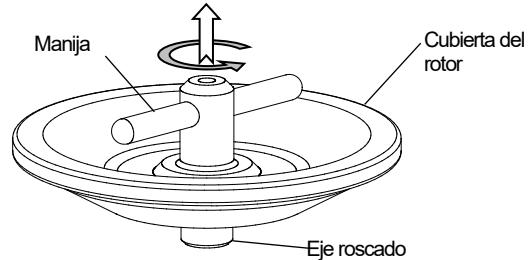

Fig. 3-1 Cómo remover la manija
- 4) Cubra la empaquetadura ligeramente con grasa de silicona (grasa de vacío) para hacerla completamente hermética y límpie la cubierta del rotor de exceso de grasa. Cuando use el rotor S58A y S50A, cubra ligeramente el empaque del mango (junta tórica) con grasa de silicona (grasa de vacío) después de quitar el mango de la cubierta del rotor. Gire la manija hacia la izquierda tirando hacia arriba para quitar la manija de la cubierta del rotor (vea la Fig. 3-1). Despues de terminar de recubrir una grasa de vacío al empaque del mango (junta tórica), coloque el mango con el empaque del anillo (junta tórica) en el cuerpo del rotor, y luego gire el mango hacia la derecha para ensamblar el mango en la cubierta del rotor.
- 4) Cubra la empaquetadura ligeramente con grasa de silicona (grasa de vacío) para hacerla completamente hermética y limpia del exceso de grasa. Cubra la empaquetadura del mango (junta tórica) ligeramente con grasa de silicona (grasa de vacío) después de quitar el mango de la cubierta del rotor. Gire la manija hacia la izquierda tirando hacia arriba para quitar la manija de la cubierta del rotor (vea la Fig. 3-1). Despues de terminar de recubrir una grasa de vacío al empaque del mango (junta tórica), coloque el mango con el empaque del anillo (junta tórica) en el cuerpo del rotor, y luego gire el mango hacia la derecha para ensamblar el mango en la cubierta del rotor.